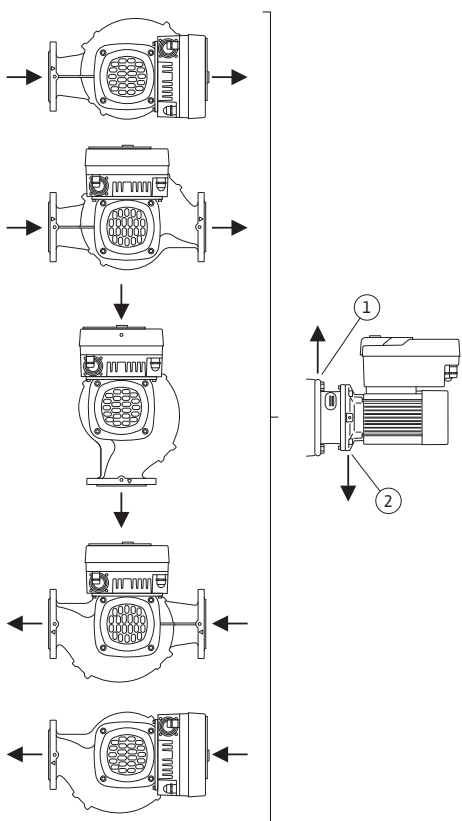

Fig. 8: Posições de montagem permitidas com o veio do motor horizontal
As posições de montagem autorizadas com o veio do motor na horizontal e o módulo eletrónico virado para cima (0°) estão representadas na Fig. 8.
A ventilação da bomba é assegurada de forma ideal quando a válvula de ventilação está virada para cima (Fig. 8, pos. 1)
Esta posição (0°) permite que o condensado acumulado seja escoado pelos orifícios existentes, lanterna da bomba e motor (Fig. 8, pos. 2).